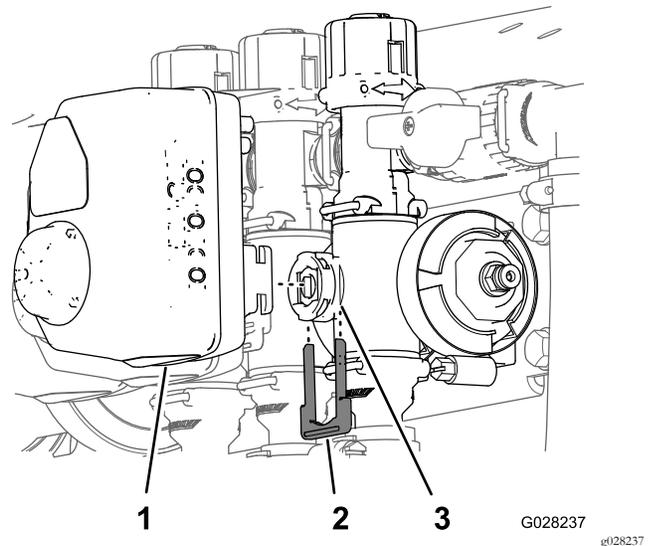

Bild 111
3. Entfernen Sie den Halter, mit dem der Aktuator am Verteilerventil für das Ventil für die Dosierungssteuerung, das Rührwerk, den Hauptausleger oder das Auslegerabschnittventil befestigt ist (Bild 111).